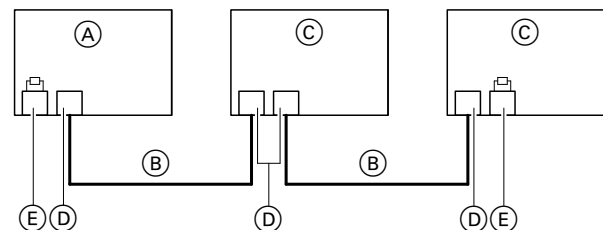

Abb. 55
- Der Viessmann CAN-BUS ist für die BUS-Topologie „Linie“ mit beidseitigem Abschlusswiderstand (Terminierung) ausgelegt: Siehe Abb. 55.